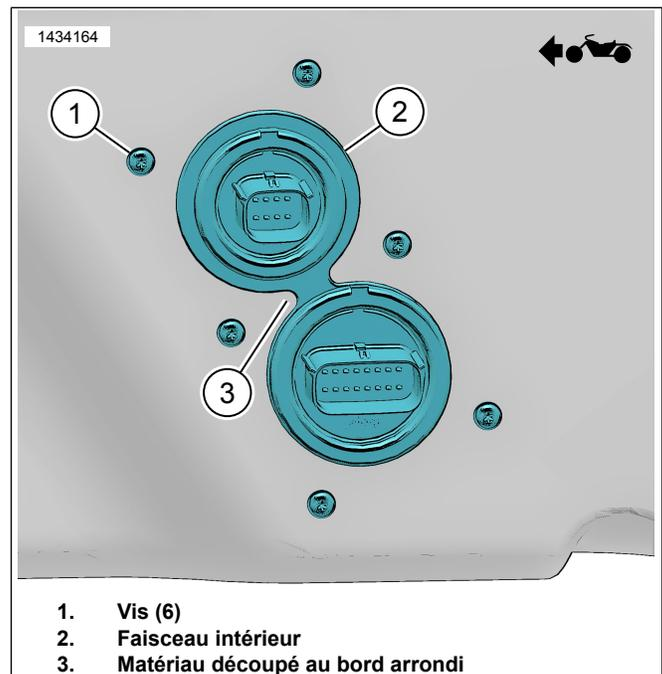

Figure 10. Faisceau interne
- d. Figure 10 Couper le matériau jusqu'au bord arrondi (3).
11. Figure 10 Installer le faisceau intérieur (2).